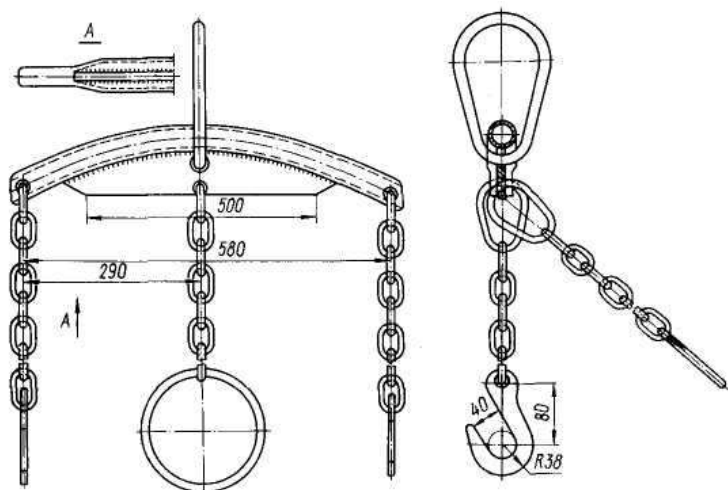

Рис. 3. Приспособление для подвески силового агрегата или двигателя к подъемному устройству
- * отсоедините сошку от вала рулевого механизма (см. «Рулевое управление. Снятие и установка рулевого механизма»). Отсоедините продольную рулевую тягу от маятникового рычага; отсоедините передние полуоси от карданов и КП и снимите полуоси с сухарями в сборе; отвинтите два болта крепления трубы глушителя к заднему коллектору; снимите шайбы и болты; снимите с клапана цилиндра сцепления защитный колпачок, наденьте шланг для прокачки тормозов, отверните клапан на 1...2 оборота и выкачайте в чистый сосуд рабочую жидкость из гидропривода выключения сцепления. Отсоедините и снимите трубку гидропривода; распломбируйте и отвинтите колпачковую гайку; отсоедините от КП гибкий вал спидометра; отсоедините провода от клемм выключателя фонаря заднего хода на КП; отвинтите с рычагом КП рукоятки. Отвинтив десять винтов крепления к днищу кузова, снимите крышку КП в сборе; установите под передний конец кожуха приводного вала подставку для предотвращения его падения при рассоединении с КП. Подставьте под соединение сосуд для сбора капель смазки; отвинтите гайки крепления кожуха приводного вала к КП и снимите шайбы; подведите электротельфер с навешенным приспособлением (рис. 3) и захватите крюками силовой агрегат за рым-планки двигателя. Слегка натяните трос электротельфера;